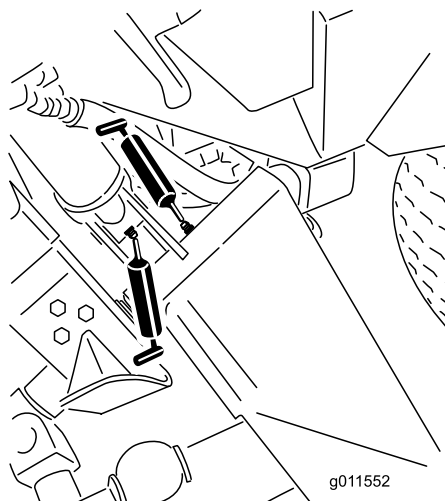
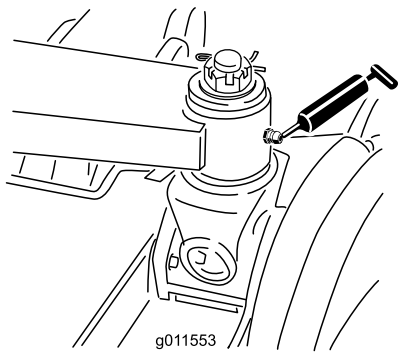

Figura 43
Figura 44
- Seis casquilhos do braço de elevação principal (Figura 43 e Figura 44)